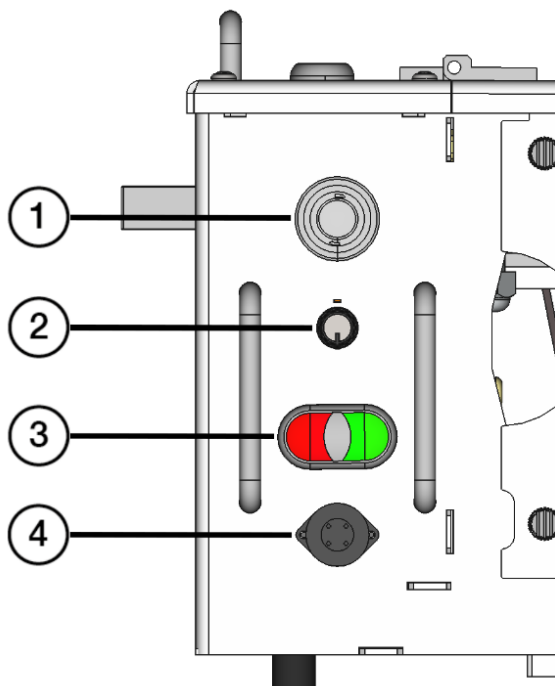

Bild 9
- siehe auch Bild 1 Seite 7 und Bild 9 Seite 19
- siehe auch Bild 9 Seite 19